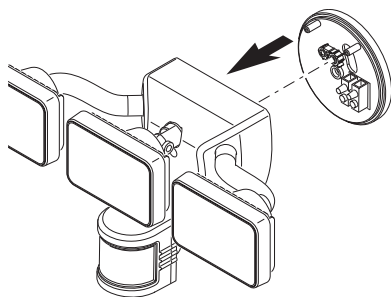

Figura 1
1. Desenrosque el tornillo grande de montaje que conecta la lámpara a la placa de montaje y retire la placa de montaje (ver Figura 1). El tornillo de montaje está diseñado para permanecer en la lámpara.